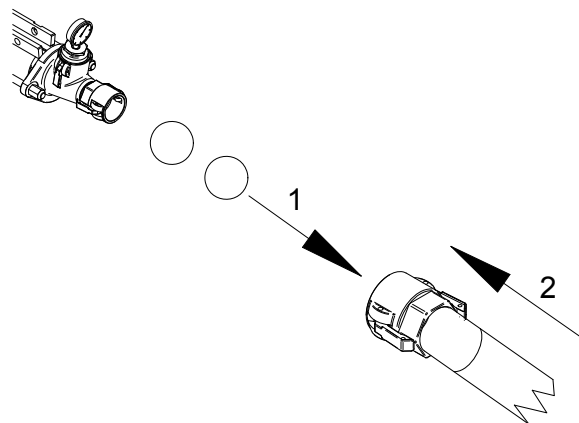

Fig.12
- Introduire dans les tuyauteries, encore remplies de matériaux, deux éponges de lavage (Fig. 12, Rep.1) et remonter la tuyauterie dans le collecteur (Fig. 12, Rep.2)